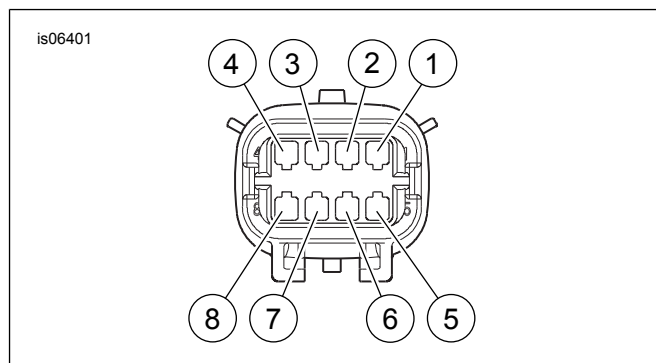

Figura 1. Connettore maschio Molex a otto vie 72478-07BK (vista dal lato dei fili): indicazione delle cavità
1. Procurarsi dal kit il connettore maschio Molex a otto vie (9). Vedere Figura 1. Seguire le istruzioni contenute nel manuale di manutenzione per inserire i fili e i terminali maschio delle luci nelle cavità corrette del connettore femmina:
- g. **Perno di tenuta** (10) nella cavità 7.